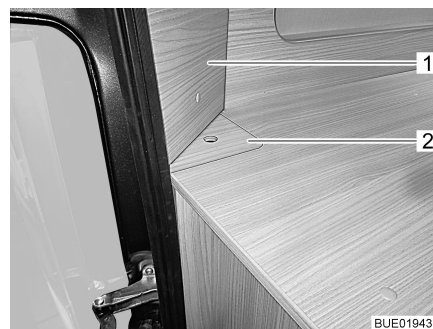

Bild 83 Tillgång till bakljuset, vänster (640)
- Tag bort plattan (Bild 83, 1). Plattan är fastsatt med krysskruvar.
- Fatta plattan (Bild 83, 2) på grepplocket och ta ur den.